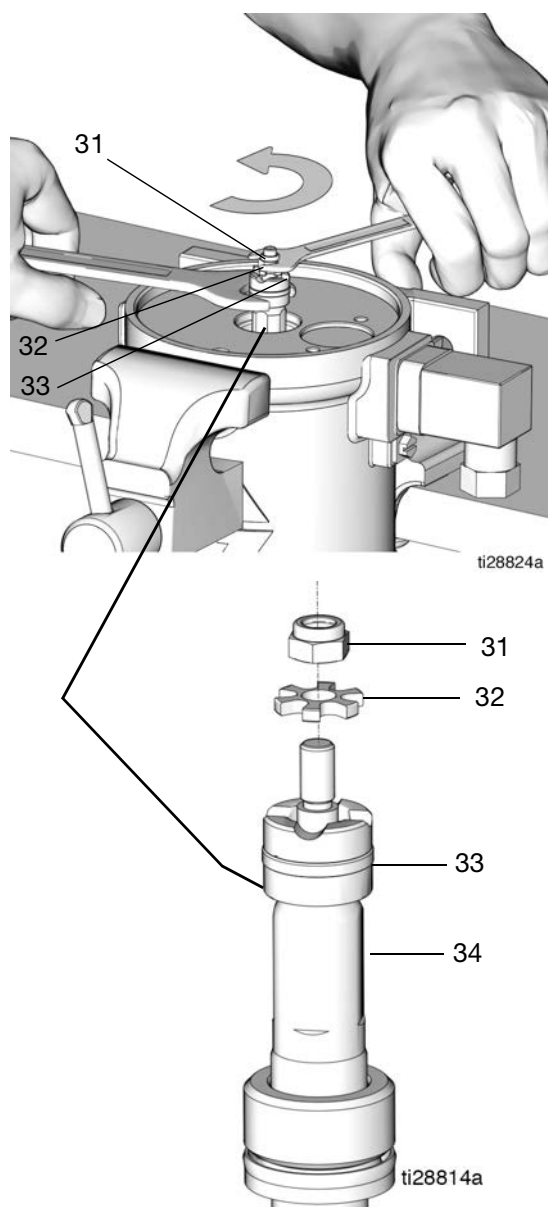

FIG. 18
15. Sous-ensemble (33) du piston de la pompe
Mettez une clé sur les méplats de la tige de piston (34). Utilisez une deuxième clé pour retirer le contre-écrou (31) et la rondelle éventail (32) du dessus du piston (FIG. 18). Retirez le contre-écrou et la rondelle éventail. Conservez ces pièces pour le remontage.